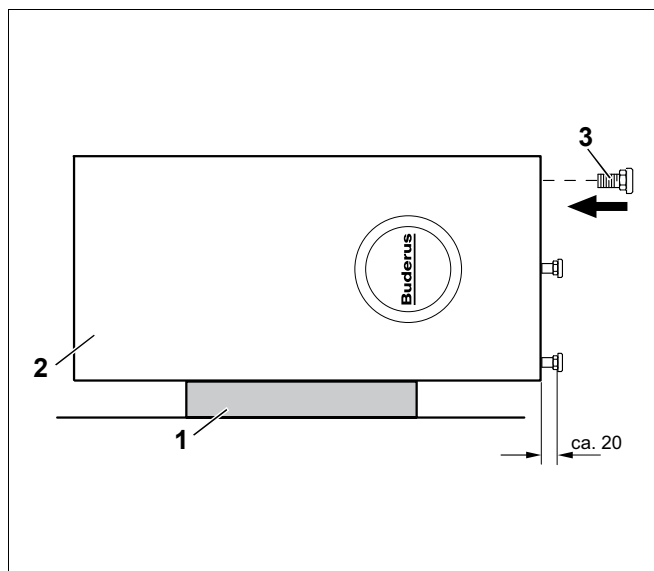

Рис. 5 Установка опорных болтов
- Осторожно уложить бак-водонагреватель (рис. 5, поз. 2) через край поддона на крышку (рис. 5, поз. 1).
- Вынуть из нижней амортизирующей прокладки (стиропора) опорные болты M10 x 30 (рис. 5, поз. 3) и закрутить их в основании бака-водонагревателя.